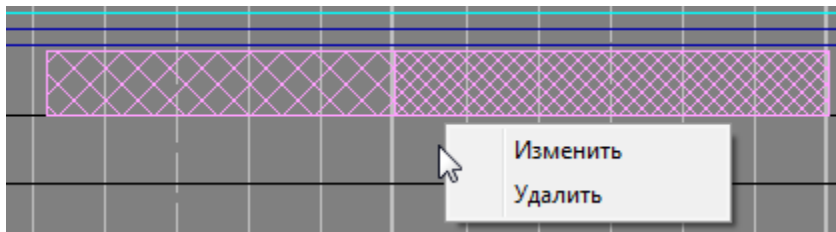

Рис.197. Выбор пункта меню «Изменить» для корректировки ввода фактического начала или окончания окна
7. Если фактическое время начала или окончания «окна» было введено неправильно, то можно воспользоваться пунктом меню «Изменить» (см. рис. 197).